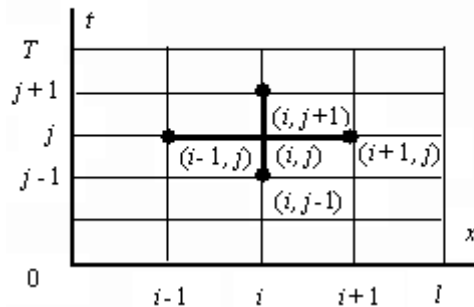

Рисунок 13. . Шаблон для волнового уравнения
Для построения разностной схемы решения задачи (2) - (4) построим в области $\{0 \leq x \leq l, 0 \leq t \leq T\}$ сетку $x_i = i h, i = 0, 1, \dots, n, l = h n, t_j = j \tau, j = 0, 1, \dots, m, T = \tau m$ и аппроксимируем уравнение (2) в каждом внутреннем узле сетки на шаблоне “крест” (Рисунок 13).
Аппроксимируем дифференциальную задачу (13) - (14) на шаблоне “крест” (Рисунок 13), в результате получаем *неявную трехслойную разностную схему*: